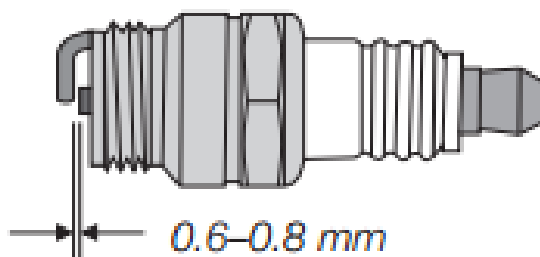

Рисунок 39
4. Измерьте межэлектродный зазор пластинчатым щупом и при необходимости отрегулируйте величину зазора до 0,76 мм (рис.39).